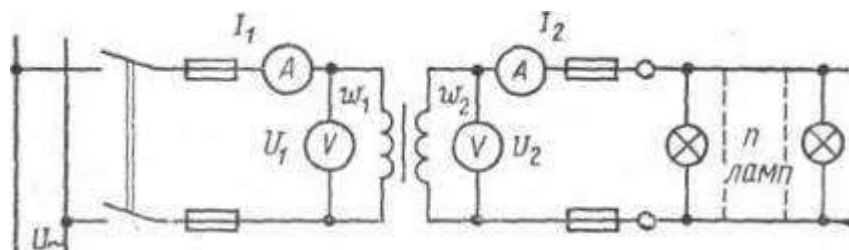

Рисунок 15
**Пример 6.** Однофазный трансформатор питает пониженным напряжением лампы накаливания. Режим ненормальный. Первичная обмотка трансформатора подключена к напряжению сети  $U_1= 220$  В, а вторичная нагружена 20 лампами мощностью по 50 Вт (рисунок 15). Напряжение на вторичной обмотке трансформатора  $U_2=12$  В. Коэффициент полезного действия трансформатора  $\eta=0,9$ . Число витков первичной обмотки  $\omega_1 = 400$ .